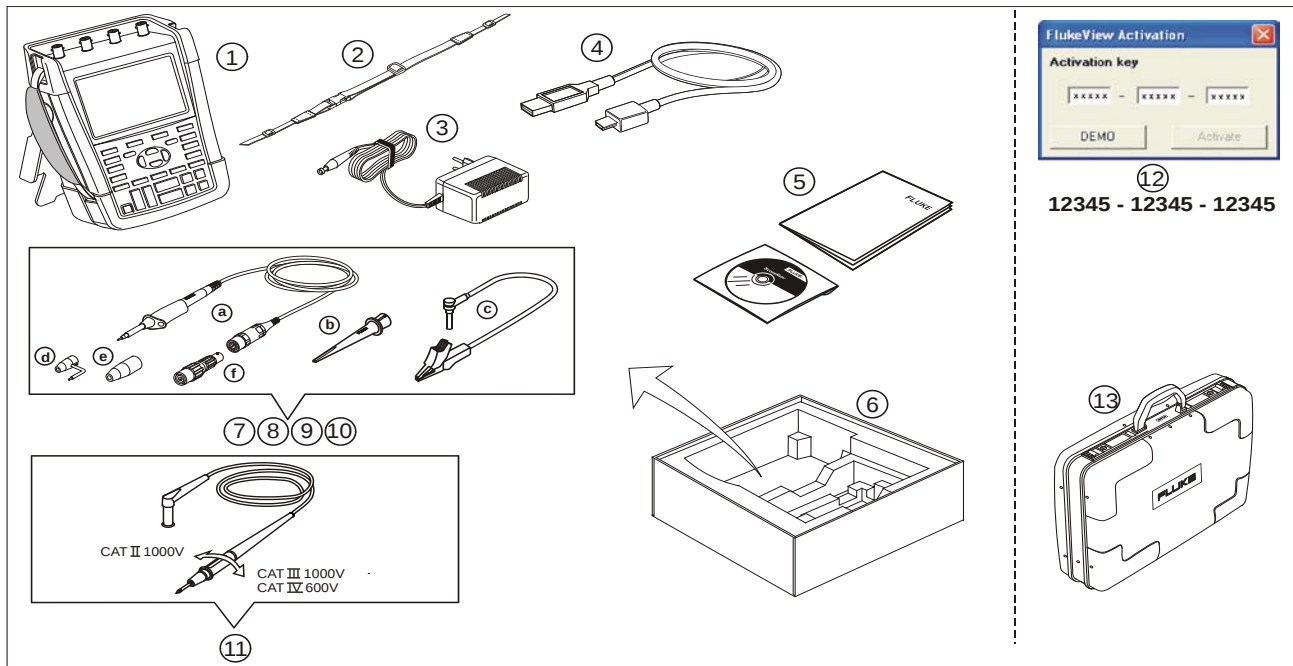

图 1. 测试仪套件
3	电源适配器（依据具体国家/地区而定，可能与图 1 中所示有出入。）
- 不要将接地簧片（图 1，d 项）从接地点连接到峰值高于 42 V（30 Vrms）的电压。
- 当将接地基准导线与任何探针一同使用时，请确保黑色的绝缘套（图 1，项 10e）盖住探头。